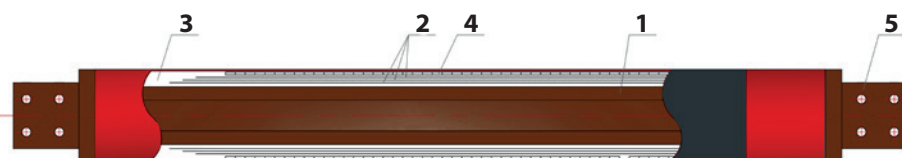

Рисунок 1.
Секция токопровода (рис. 1) состоит из алюминиевой или медной токоведущей шины (1) круглого сечения (труба или прутки), покрытой слоем твердой изоляции различной толщины в зависимости от уровня напряжения (3). Внутри этого слоя находятся полупроводящие слои (2) и заземляющий слой (4). Изоляционный слой токопровода напряжением до 1,2 кВ заземляющего и полупроводящих слоев не содержит. На концах секций расположены контакты (5), в которых предусмотрены отверстия для болтового соединения секций между собой и с электрическим оборудованием.